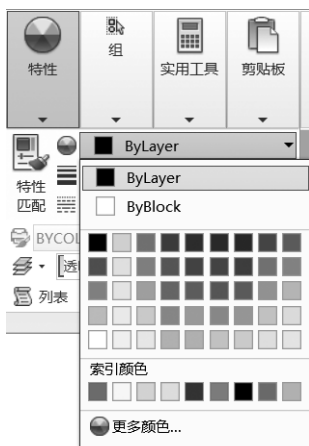

图 4-21 “颜色”命令
- 功能区：选择“特性”面板→“对象颜色”下拉列表按钮■ ByLayer → “更多颜色”命令，如图 4-21 所示。